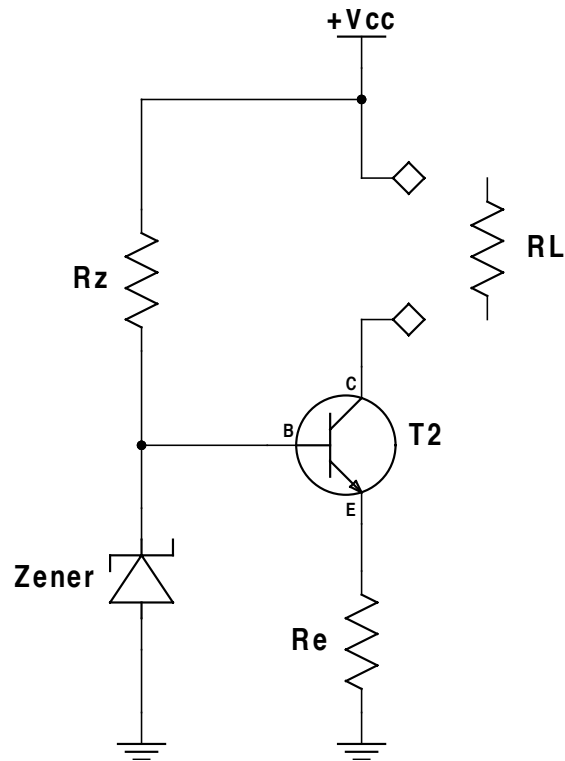

Figura 8.1: Configuración de fuente de corriente con diodo Zener.
4. Arme el circuito mostrado en la Figura 8.1